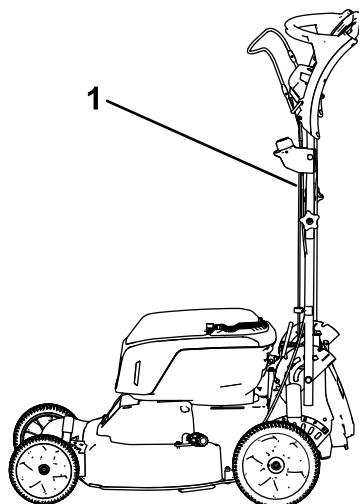

Figura 26
1. Bloquee el manillar en la posición vertical (Figura 26); consulte Ajuste de la altura del manillar (página 17).